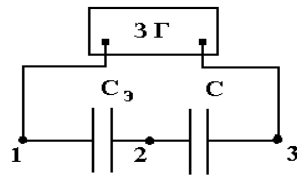

Рис. 6.2. Принципиальная схема установки
1. Замените в схеме рис. 6.2. конденсатор-кювету на такой же, заполненный маслом. Вольтметром измерьте новые разности потенциалов между точками 1,2 и между точками 2,3. Заполните таблицу 6.2.